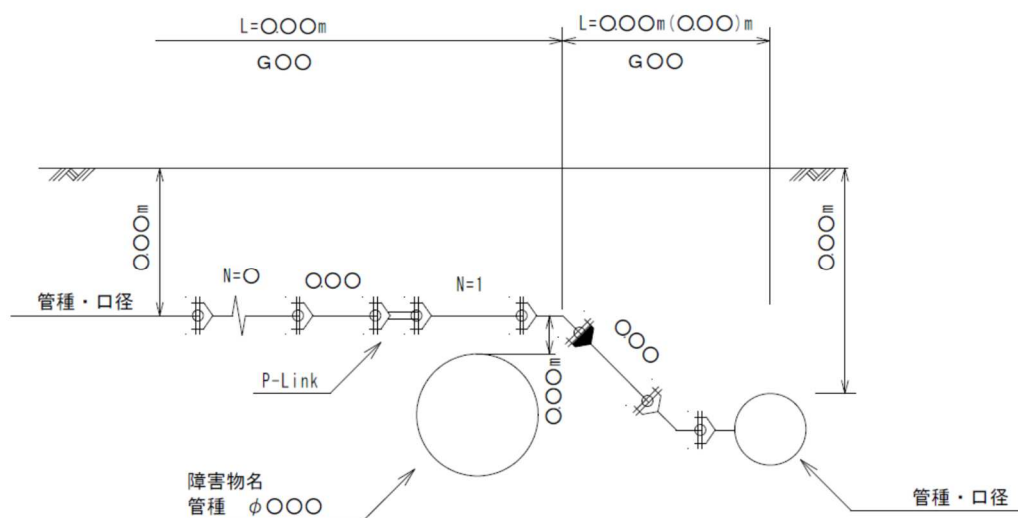

図2－4 断面詳細図（例1）
- 8) 発注時において特筆すべき事項がある場合（管路を浅層埋設する場合、管路が添架、伏越しなどにより垂直方向に大きく変化する場合及び平面配管にて表示し難い場合など）は、断面詳細図を記入する。このとき、管路の各土被り及び障害物等との離隔を表示する（図2－4及び2－5を参照。）。また、断面詳細図は、可能な限り当該平面配管の直近位置に記入する。